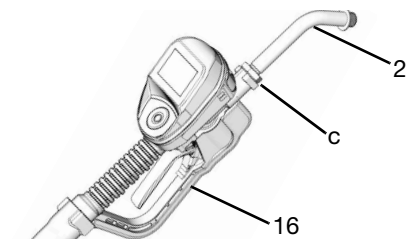

FIG. 10
1. Ajuste a porca (c) na extensão (2) para que seja possível enroscar ao máximo toda a extensão (FIG. 10).
2. Enrosque a extensão (2) no compartimento até o fim (FIG. 10).
3. Alinhe a extensão (2) com o compartimento e o punho (16) da válvula (FIG. 10).
4. Aperte firmemente a porca (c) (FIG. 10).